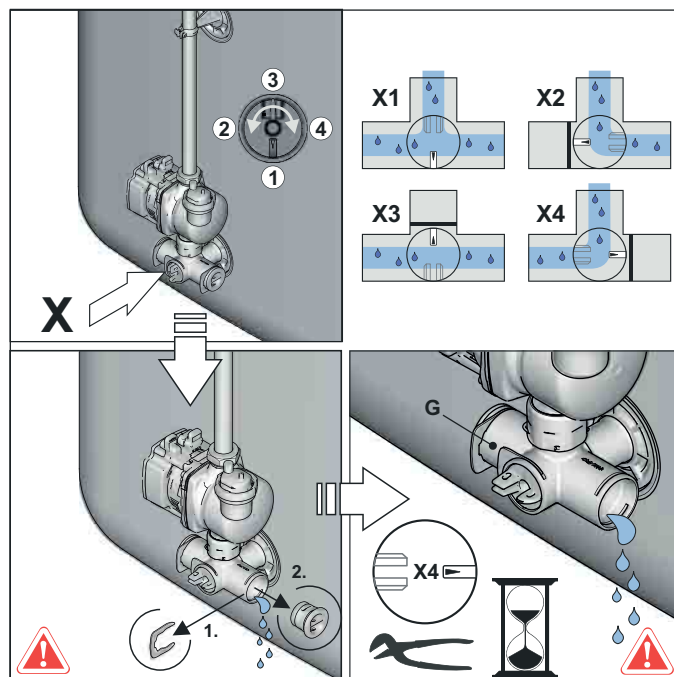

Fig. 5-2 Bloccare l'inserto valvola, rimuovere il tappo cieco dall'angolo di raccordo
- Impostare l'inserto valvola nell'angolo di raccordo in modo da bloccare il passaggio verso il tappo cieco (fig. 5-2).
- Rimuovere il tappo cieco dall'angolo di raccordo (fig. 5-2) e collocare una vaschetta di raccolta idonea.
- Impostare l'inserto valvola all'angolo di raccordo in modo tale da aprire il passaggio verso il tubo di scarico (v. anche fig. 5-2) e fare scorrere l'acqua presente nel contenitore di raccolta.